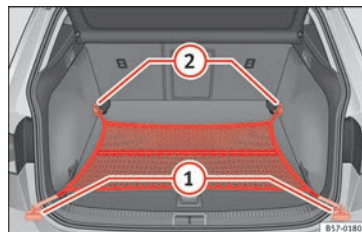

Fig. 167 Nel bagagliaio: rete fermacarico agganciata a livello del piano.
- Se necessario, sollevare gli occhielli di ancoraggio anteriori » » » **fig. 167 ②**.
- Fissare i ganci della rete agli occhielli di ancoraggio **②** » » » **⚠**. La cerniera della tasca dev'essere rivolta verso l'alto.
- Fissare i ganci della rete agli occhielli di ancoraggio **①**.